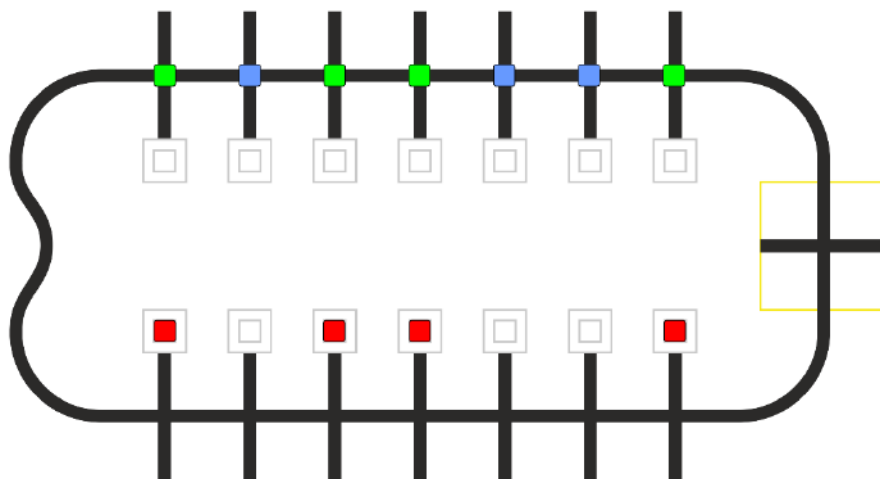

Рис. 1. Начальное расположение кубов
- Полигон представляет собой замкнутую линию, условно состоящую из двух частей – верхней и нижней. Нижняя часть начинается при выезде с зоны старта по часовой стрелке, верхняя при выезде против часовой стрелки (рис. 1).
- Начинать движение, находясь полностью в зоне старта, отмеченной желтым квадратом (рис. 1).